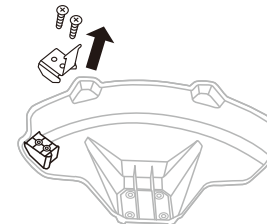

Fig.6A
2. Retire los dos tornillos de la cuchilla de corte con una llave hexagonal. (Fig.6A)
3. Gire la cuchilla de corte 180°. (Fig.6A)